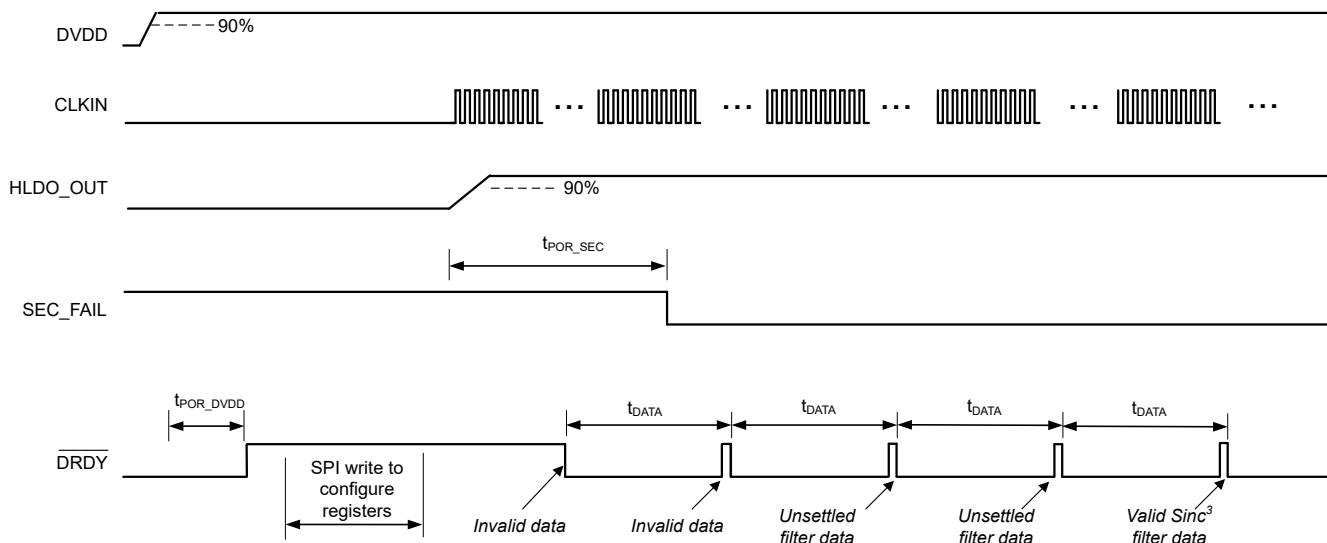
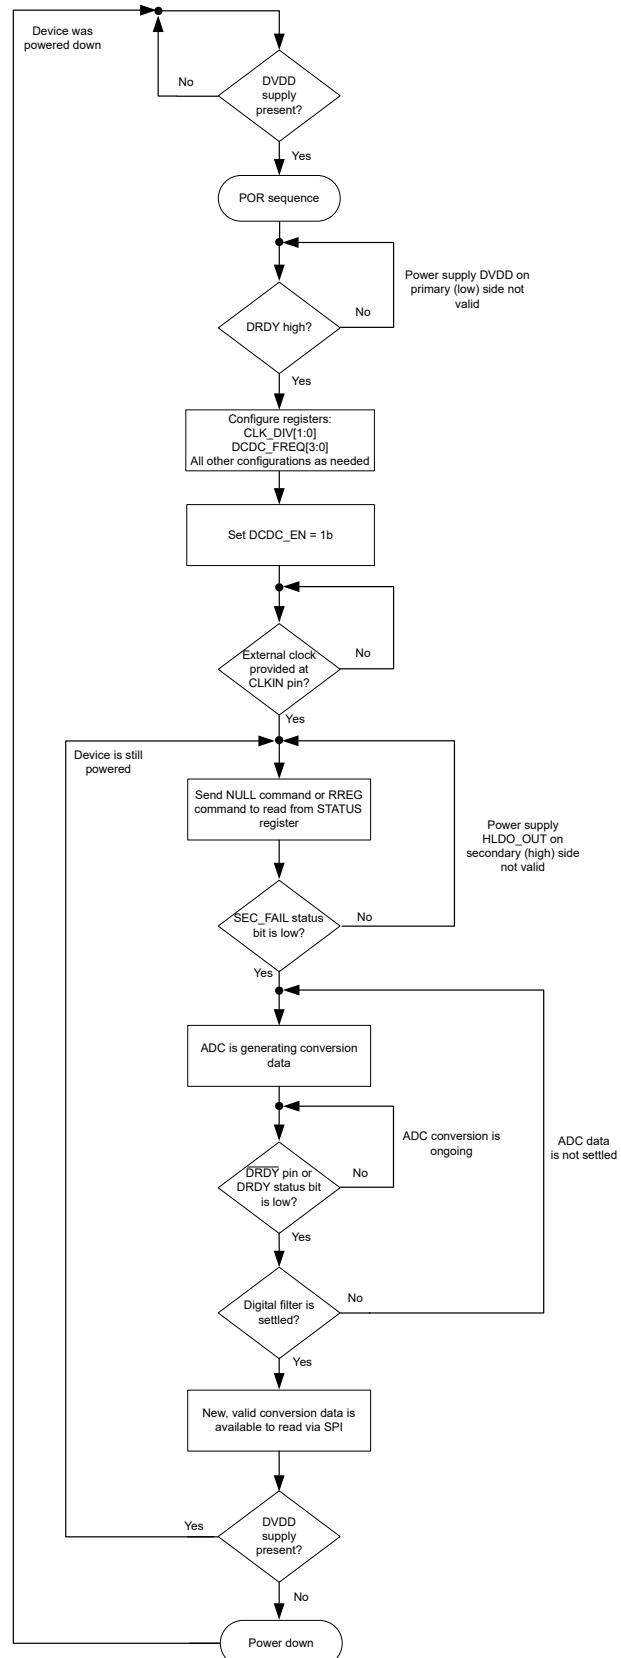

图 8-18. 上电启动行为和稳定时间，OSR = 1024
图 8-19. 上电启动过程的流程图
本节介绍了 AMC131M03 上电的推荐步骤。图 8-18 所示为使用此建议序列时器件行为的时序图。图 8-19 以图形方式提供了建议序列的流程图。
- \overline{DRDY} 从高电平转换到低电平表示新的转换数据可用。如图 8-18 所示，只有 SEC_FAIL 在转换期间读取为 0b 时，ADC 数据才有效。图 8-18 中显示的前两个转换结果表示无效数据。
- 当 ADC 生成有效数据时，数字滤波器必须稳定，如 $SINC^3$ 和 $SINC^3 + SINC^1$ 滤波器 部分所述。图 8-18 中展示的两个后续转换结果是未稳定的结果（假设 OSR 等于 1024），而显示的最后一个转换结果提供了有效的稳定数据。
在图 8-18 中， t_{POR_SEC} 是从启用直流/直流转换器到 SEC_FAIL 位的第一个下降沿的时间，其中后者表示 $HLDO_OUT$ 引脚上的次级电源已稳定。 t_{POR_DVDD} 是从 $DVDD$ 电源 90% 到 \overline{DRDY} 第一个上升沿的时间。